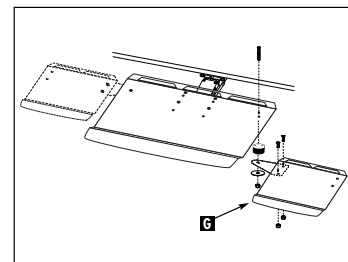
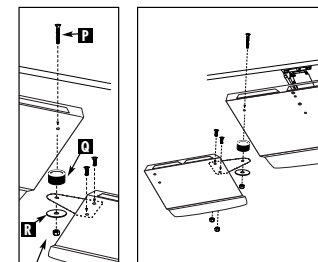
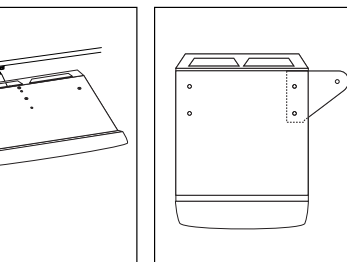

Figure 5
Figure 6
Figure 7
The Mouse System may be mounted to the right or left side of the Keyboard Manager Platform (Figure 5). With a Phillips Screwdriver and a Crescent Wrench secure the Mouse Tray with (1) Mouse Tray Screw (P), (1) Mouse Spacer (Q), (1) Large Washer (R) and (1) Lock Nut (S) as illustrated in (Figure 6). If the Mouse System is being mounted to the right side of the platform, make sure that the hole in the mouse tray is facing left with the rounded end of the tray at the front. If it is being mounted to the left side, make sure that the hole in the mouse tray is facing right with the rounded end of the tray at the front, see (Figure 7).
Le système sous peut être monté à droite ou à gauche de la plate-forme du support de levage (Figure 5). Avec un tournevis cruciforme et une clé à molette en forme de croissant, bloquez la partie-sous avec (1) vis de partie-sous (H), (1) entonnoir de sous (I), (1) grande rondelle (J) et (1) écrou frais (K) comme illustré (Figure 6). Si le système sous est monté sur le côté droit de la plate-forme, assurez-vous que le trou de partie-sous est orienté vers la gauche avec le côté arrondi de la partie-sous sur le devant. Si le système sous est monté sur le côté gauche de la plate-forme, assurez-vous que le trou de partie-sous est orienté vers la droite avec le côté arrondi de la partie-sous sur le devant (Figure 7).